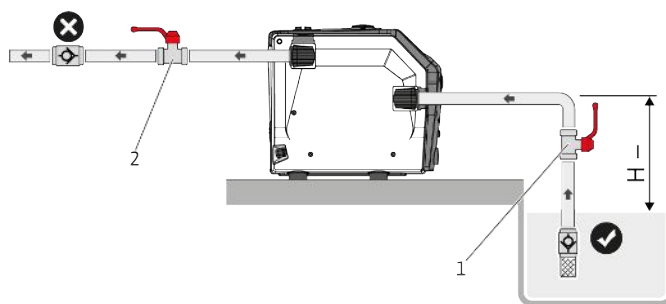
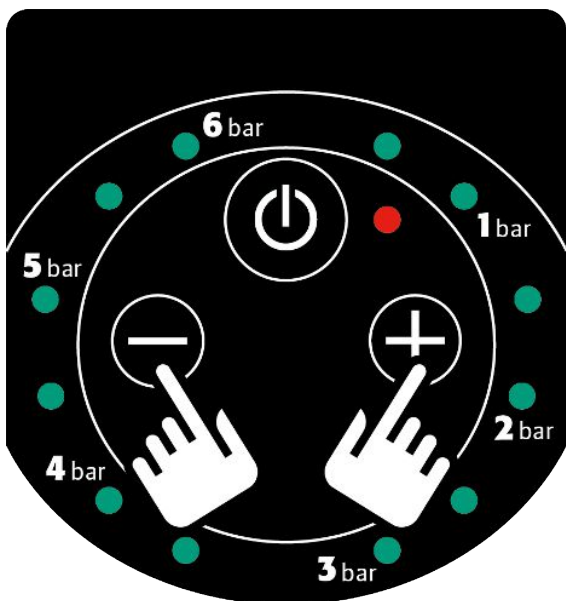

Fig. 7: Szívási üzemmód
Fig. 10: + és - kezelőgomb
1. Ha a terméket szívási üzemmódban (Fig. 7) telepítették, nyomja meg egyidejűleg a „+” és „-” kezelőgombokat 5 másodpercig (Fig. 10).
1. Zárja be a tolózárát (Fig. 7 – poz. 1, 2) a szívó- és nyomóoldalon.